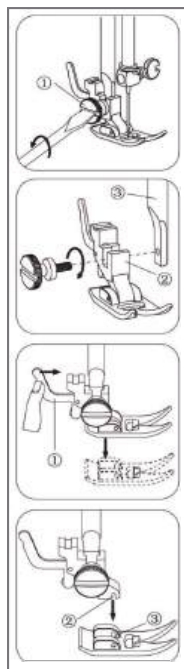

Рис.32
7.16.4 Поднимите рычаг подъема лапки и поднимите фиксатор лапки. Прижимная лапка автоматически отсоединится от фиксатора. (Рис. 32)